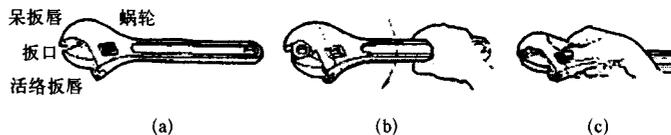

图 1-57 活络扳手
活络扳手又称活络扳头,是用来紧固和起松螺母的一种专用工具。活络扳手由头部和柄部组成。头部由活络扳唇、呆扳唇、扳口、蜗轮和轴销等构成,如图 1-57 所示,旋转蜗轮可调节扳口的大小。
① 扳动大螺母时,需用较大力矩,手应握在近柄尾处,如图 1-57(b)所示。
② 扳动较小螺母时,需用力矩不大,但螺母过小易打滑,故手应握在接近头部的地方。以便随时调节蜗轮,收紧活络扳唇防止打滑,如图 1-57(c)所示。
③ 活络扳手不可反用,以免损坏活络扳唇,也不可用钢管接长手柄来施加较大的扳拧力矩。
④ 活络扳手不得当作撬棒和手锤使用。
(9) 电工用錾